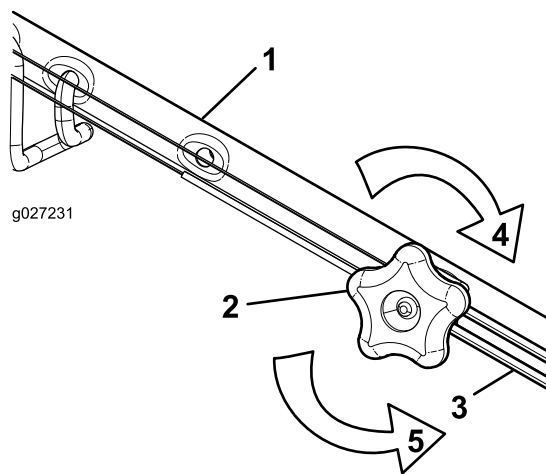

Figura 41
- Girate la manopola di regolazione in senso antiorario per allentare la regolazione del cavo (Figura 41).
2. Regolate la tensione del cavo (Figura 41) tirandolo indietro o spingendolo in avanti e mantenendo quella posizione.